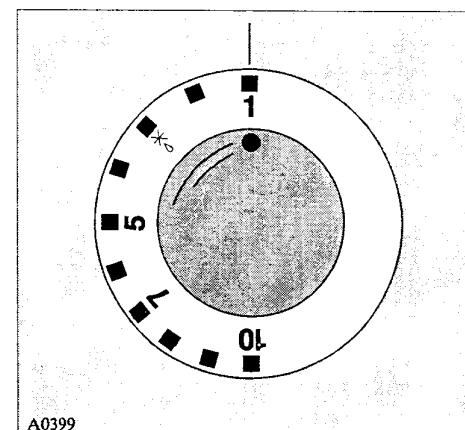

Fig. 3
(Fig. 3)
4. Ruotare il regolatore del livello di potenza sul valore più appropriato al cibo da cuocere (Fig. 3).